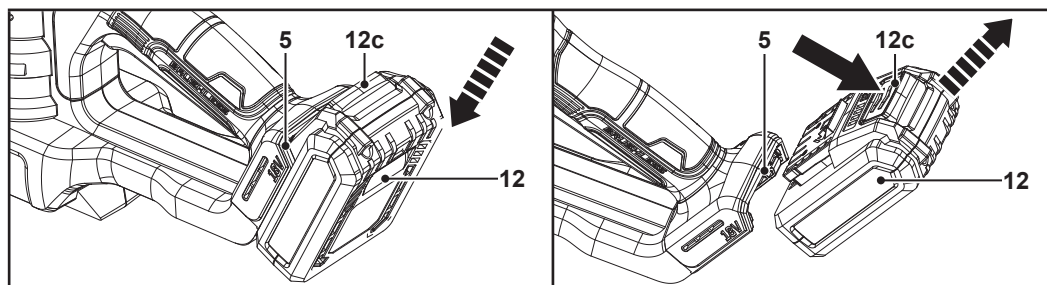
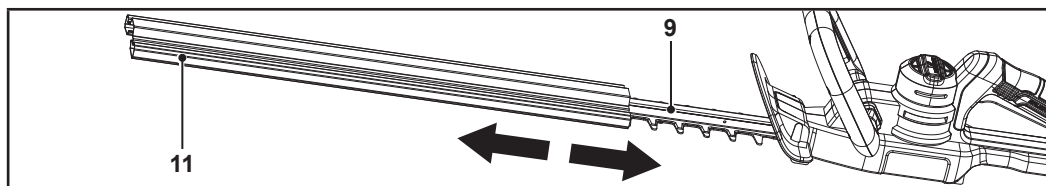

Fig. 2
Fig. 4
**Protecție lamă (11):** Când produsul nu este în uz, scoate acumulatorul (12) (fig. 2) și pune protecția pe lamă (9) (fig. 4). Procedând astfel, protejezi lama și eviți tăieturile și deteriorarea obiectelor.
**Montarea:** Aliniaza acumulatorul (12) cu portul de conectare (5) și glisează-l înăuntru. Asigură-te că se fixează în poziție (fig. 2).
**Demontarea:** Apasă butonul de eliberare (12c) și scoate acumulatorul (12) din portul de conectare (5) (fig. 2).
**Demontarea:** Glisează protecția (11) de pe lamă (9) (fig. 4).
**Montarea:** Glisează protecția (11) pe lamă (9) (fig. 4).